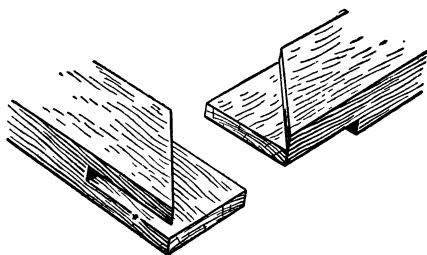

Рис. 31.
- 4) одинарным сквозным шипом (рис. 31);